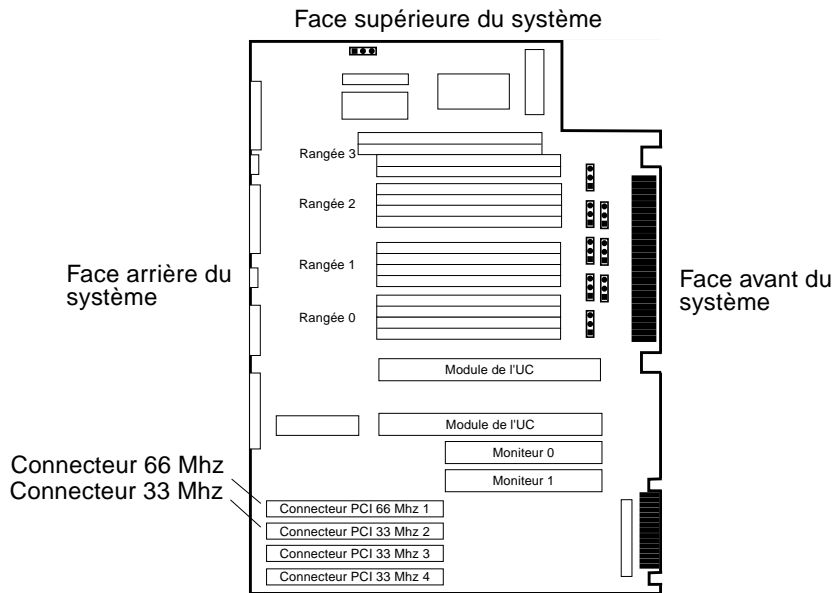

FIGURE 2-1 Emplacement des connecteurs PCI 66 Mhz et 33 Mhz du système Ultra 60
3. Repérez les connecteurs PCI 66 Mhz et 33 Mhz du système Ultra 60 (FIGURE 2-1).